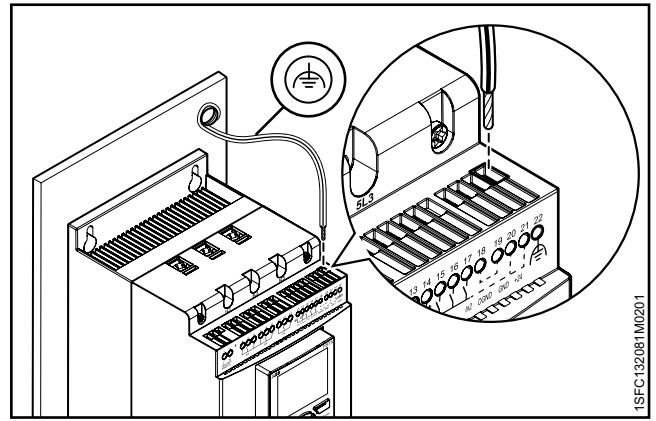

Рис. 2.4
5. Подключите рабочее заземление (клемма 22) к точке заземления вблизи устройства плавного пуска, см. **Рис. 2.4**.